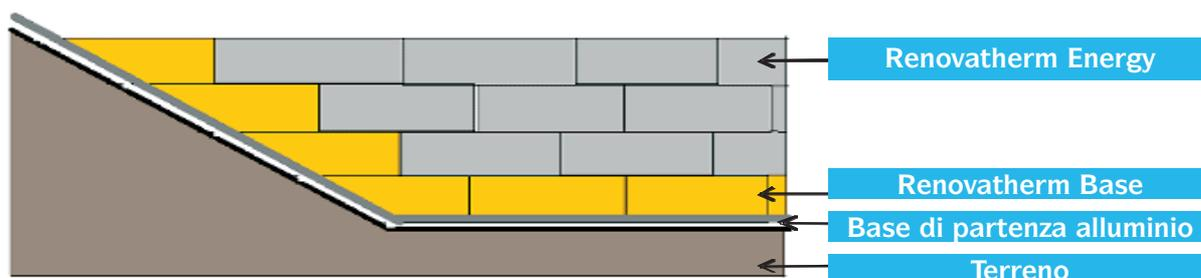

Fig. 1
- nel caso di superfici oblique, operare come da schema indicato in fig. 1